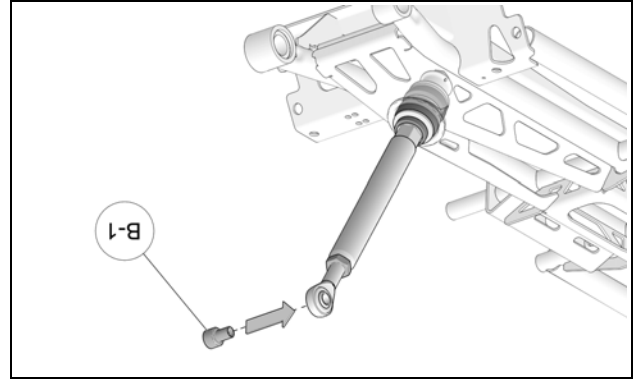

Figure 11
- Terminer l'assemblage du bras de couplage en insérant la T-bague (B-1) à l'embout de rotule. Voir la Figure 11.